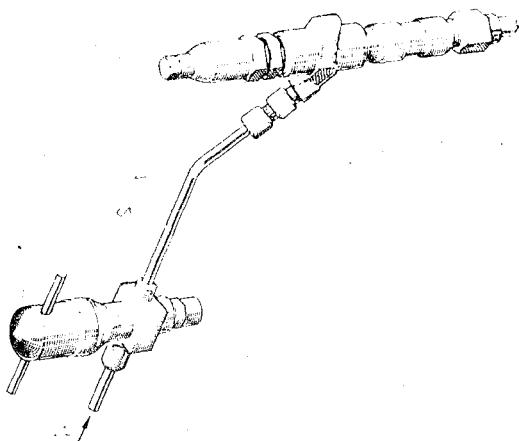

Рис. 18. Проверка давления начала впрыскивания топлива по максиметру:
**Регулирование форсунок.** Для проверки давления начала впрыскивания топлива следует снять проверяемую форсунку и вместе с максиметром (рис. 18), присоединить к секции насоса. Остальные три форсунки отсоединить от секции насоса. Установить рычаг управления подачей топлива в положение максимальной подачи и, прокручивая коленчатый вал дизеля пусковым двигателем, прокачать топливо через форсунку (на тракторе с ЭССП коленчатый вал прокручивать рукояткой из ЗИП). После этого ослабить пружину максиметра и, постепенно затягивая пружину, проследить за началом впрыскивания топлива форсункой. Правильно отрегулированная форсунка должна впрыскивать топливо при давлении  $21^{+0,8}$  МПа. При отклонении давления от этой величины форсунку отрегулировать.